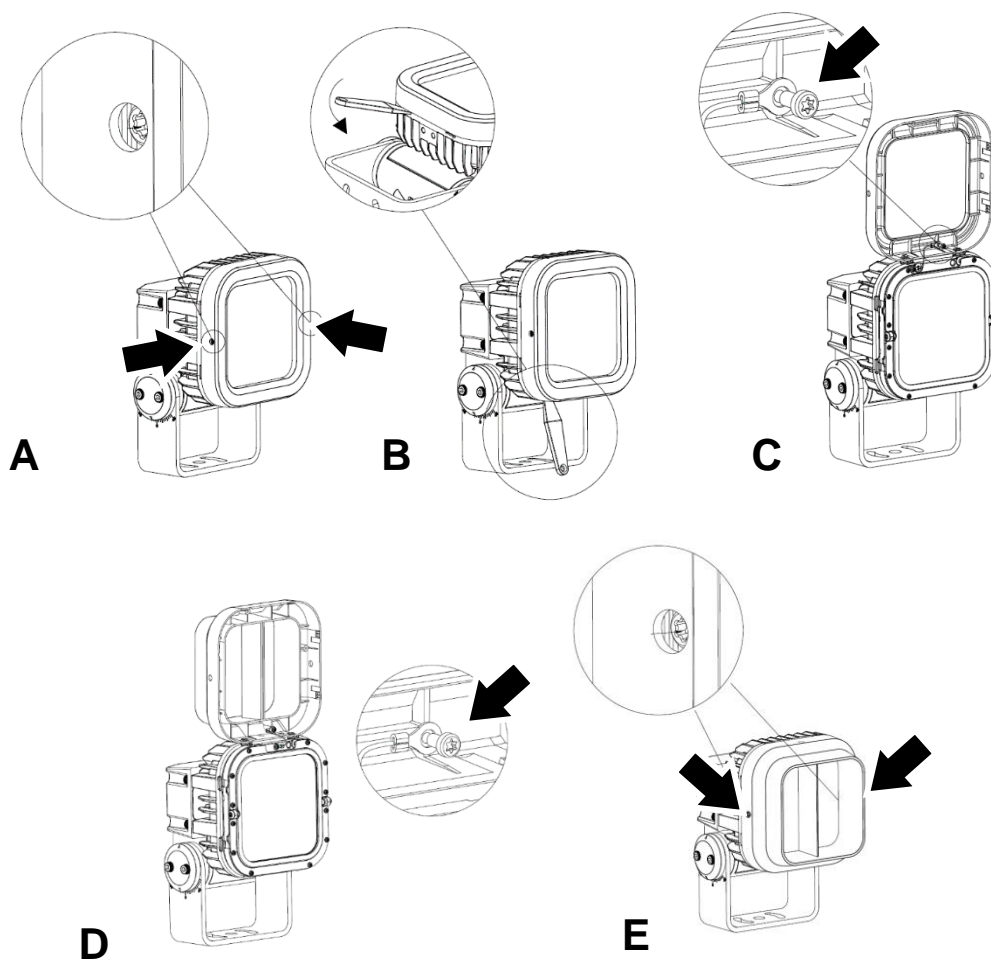

Figure 6. Installation d'un nez déflecteur (*Baffle Snoot*)
2. Voir **A** sur la Figure 6. Tournez les vis captives dans le sens horaire, de chaque côté du cadre de finition ou du nez déflecteur, à l'avant de l'appareil en poussant dessus, jusqu'à ce qu'elles atteignent leur butée.